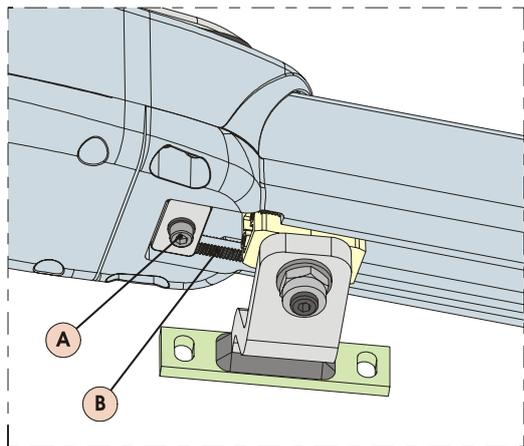

Fig. 17
4) Cierre la tapa con los cuatro tornillos suministrados en dotación, Fig.17.
- 3) Afloje el tornillo de fijación, Fig.17 ref.A. No es necesario quitar completamente el tornillo.
**ATENCIÓN:** El bloqueo mecánico trabaja acoplado a un sector dentado, Fig.17 ref.B. Si se verifican obstáculos durante el movimiento, asegúrese de que el acoplamiento esté libre. **NO EJERCITE FORZAMIENTOS.**